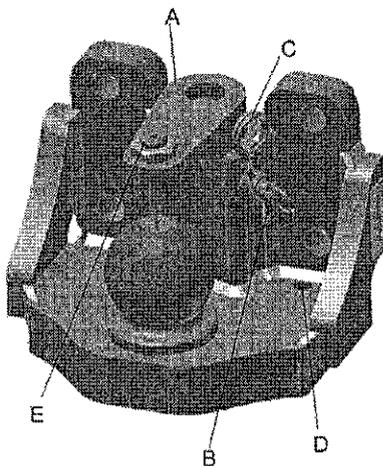

Abb. 1
- Sicherungsbolzen entfernen (B) (s. Abb.1)
- Niederhalter (A) nach oben ziehen und zur Seite drehen
- Niederhalter (A) nach vorn über die Kugel bzw. Zugvorrichtung drehen und Sicherungsbolzen (B) einschieben und mit Federstecker (C) sichern
- Sicherungsbolzen (B) entfernen (s. Abb.1)
Die Kugelumkopplung kann wahlweise mit zwei Bohrungen M16 (D) (siehe Abb. 1) versehen sein. Diese sind zur Befestigung eines ROCKINGER-Adapters für die Ansteuerung einer anhängerseitigen Zwanglenkung vorgesehen (z.B. RO*70L053, RO*70L054, RO*74L026).